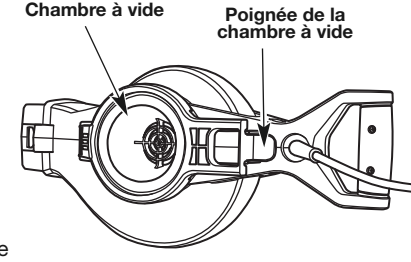

Fig. 3
1. Une fois l'appareil arrêté et débranché, ouvrez la porte de la chambre à vide en tirant la poignée à l'écart du logement du moteur (Fig. 3).